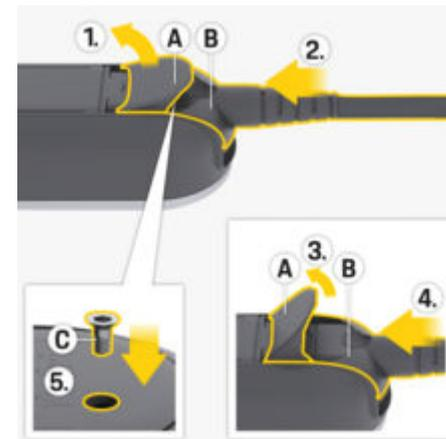

Fig. 14: Conectando o cabo de alimentação e o conector
1. Abra a tampa **A** (Fig. 14) cerca de 15 graus (somente até o conector **B** (Fig. 14) encaixar na unidade de comando).
2. Insira o conector **B** (Fig. 14) na unidade de comando até sentir a resistência pela primeira vez.
3. Abra completamente a tampa **A** (Fig. 14).
4. Empurre o conector **B** (Fig. 14) completamente.
5. Feche completamente a tampa **A** (Fig. 14) e fixe com o parafuso **C** (Fig. 14).